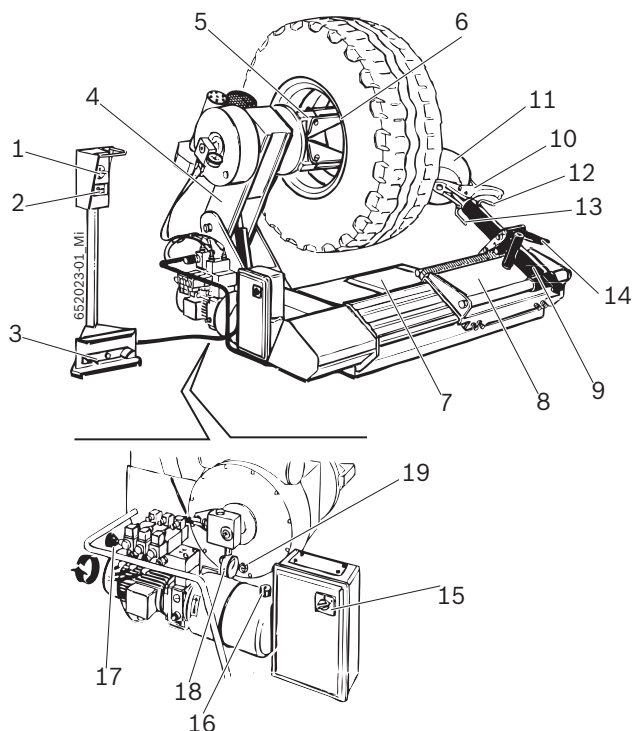

Fig. 1: TCE 5210
Upínací příruba funguje prostřednictvím hydraulického obvodu na vysoký tlak, který lze regulovat od 20 do 130 bar otáčením příslušné rukojeti (Fig. 1, pos. 17) a jeho hodnotu snímat na manometru (Fig. 1, pos. 18). Normální provozní tlak je 130 bar. U měkkých ráfků nebo obzvláště tenkých ráfků je nutné tento tlak snížit.
U kol s průměrem menším než 800 mm nebo větším než 1500 mm doporučujeme vyvléct zásuvku montážního nástroje (Fig. 1, pos. 12) a umístit ji do druhého otvoru.